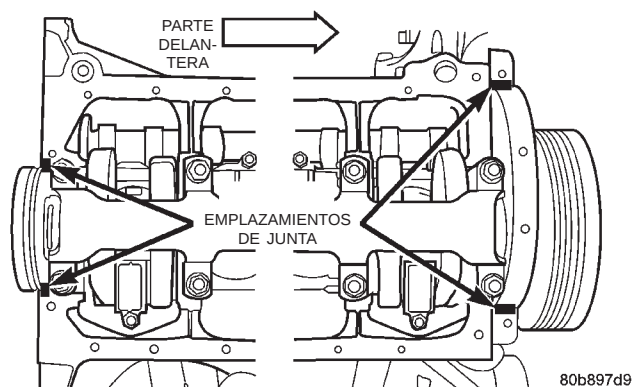

Fig. 51 Emplazamiento de la junta del colector de aceite
(4) Aplique sellante adhesivo de caucho siliconado de Mopar®, Mopar® Silicone Rubber Ashesive Sealant, hacia las esquinas de la tapa del cojinete principal y al bloque de cilindros hacia las juntas de la cubierta delantera (cuatro lugares) (Fig. 51).
(5) Deslice la junta de una sola pieza sobre las espigas y luego el bloque y la caja del cárter de la distribución.